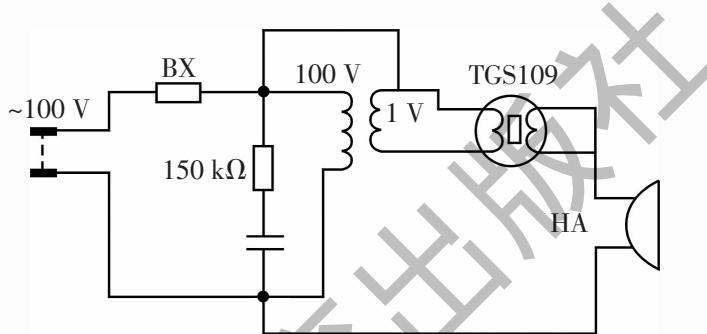

图 3-2-6 家用气体报警器的电路图
如图 3-2-6 所示是一种最简单的家用气体报警器的电路图。气体传感器采用直热式气敏器件 TGS109。当室内可燃性气体增加时，由于气敏器件接触到可燃气体而使其阻值降低，使流经测试电路的电流增加，可直接驱动蜂鸣器 (HA) 报警。